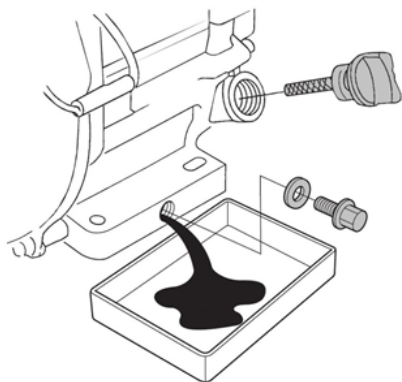

Рис. 22 Замена масла в двигателе
4. Очистите от загрязнений зону вокруг маслосазливной горловины. Извлеките крышку-щуп из маслосазливной горловины (Рис. 22) и протрите щуп чистой ветошью.
5. Открутите пробку для слива масла и слейте отработанное масло в подготовленную для этого емкость (Рис. 22).